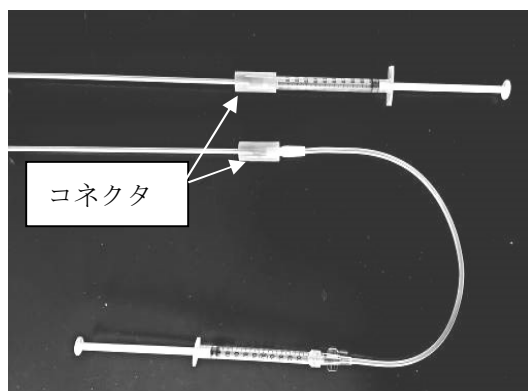

図1 押出器具（上：現行、下：改良）
- ① 改良した押出器具は、輸血・カテーテル用延長チューブ（長さ 25cm、内径 1.5mm の仕様のもの）を注入器のコネクタに直接連結し、押出器具（市販の 1ml シリンジ）を組み合わせて利用する（図1）。